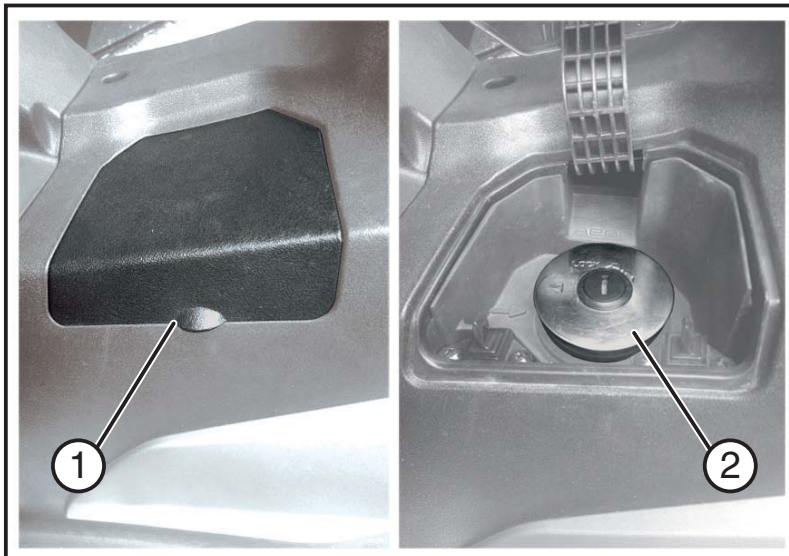

Fig. 02
- Abrir la puerta «**1- Fig. 02**»;
- Sacar el tapón del depósito «**2 - Fig. 02**».